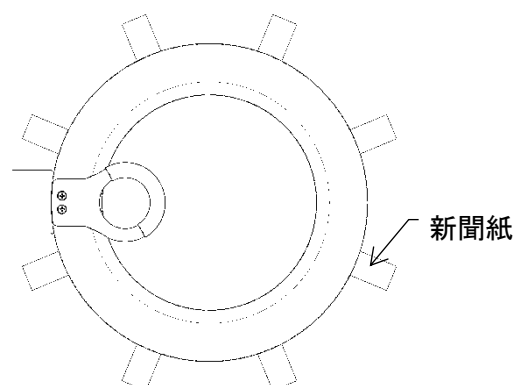

図 11-29
- ・その紙を(図 11-29)の様にドアパッキンとドア口金の間に挟み、ドアを閉めます。この時、水分は十分拭取られ、しばらくドアを開放し乾燥されていなくてはなりません。